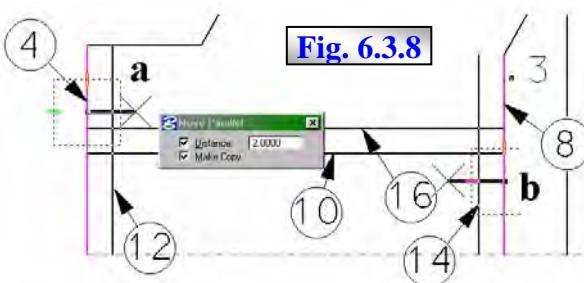
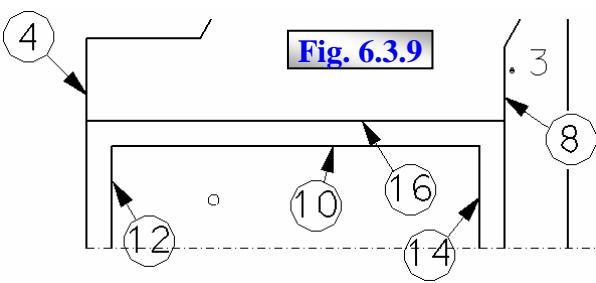
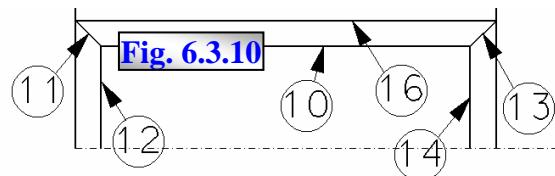

Fig. 6.3.8
Fig. 6.3.9
Fig. 6.3.10
7. Trasare linii 11, 12, 13, 14 fig. 6.3.8, fig. 6.3.9, fig. 6.3.10 – liniile 12 și 14 se trasează prin copiere paralelă la distanța de 2 mm față de liniile 4 respectiv 8, după care se extind până la intersecția cu linia 10; unind extremitățile liniei 10 cu cele corespondente liniei 16 rezultă liniile 11 și 13.
7.1 Lansare comandă **Move Parallel**, & 4.14.3, prin icoana cu același nume din subtrusa **Manipulate** a trusei **Main** și completare câmp **Distance** cu valoarea 2 respectiv activare control **Make Copy**; se identifică linia 4 și se indexează pe orizontală/dreapta linia dinamică a AD, urmat de un DP plasat arbitrar care va poziționa linia 12, fig. 6.3.8-a;
7.2 Se continuă comanda **Move Parallel** prin identificarea liniei 8 și indexarea pe orizontală/stânga linia dinamică a AD, urmat de un DP plasat arbitrar care va poziționa linia 14, fig. 6.3.8-b;
7.3 Lansare comandă **Extend Two Elements to Intersections**, & 4.15.5, prin icoana cu același nume din subtrusa **Modify** a trusei **Main** și se identifică liniile 12 și 10 urmat de confirmare prin DP plasat arbitrar, respectiv 14 cu 10 urmat de confirmare prin DP plasat arbitrar, care va provoca extinderea/trunchierea acestora până la intersecția lor, fig. 6.3.9.
7.5 Se identifică prin TP și se confirmă succesiv, prin DP plasat arbitrar, următoarele două puncte caracteristice: extremitatea stângă a liniei 10 cu cea a liniei 16, generând linia 11, după care se tastează RST; operația se aplică și pentru următoarele două puncte caracteristice: extremitatea dreapta a liniei 10 cu cea a liniei 16, generând linia 13 după care se tastează RST, fig. 6.3.10.